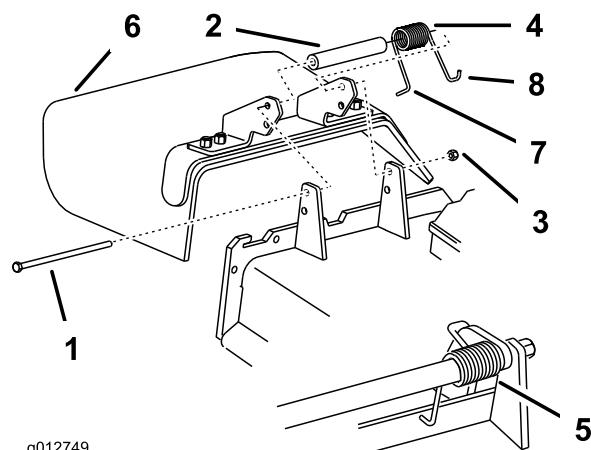

Figura 89
Nota: Asegúrese de colocar el extremo en **L** del muelle detrás del reborde de la carcasa antes de instalar el perno, según se muestra en la Figura 89.
3. Instale el perno y la tuerca. Coloque el extremo en **J** del muelle alrededor del deflector de hierba (Figura 89).
1. Retire la contratuerca, el perno, el muelle y el espaciador que sujetan el deflector a los soportes de pivote (Figura 89). Retire el deflector de hierba dañado o desgastado.